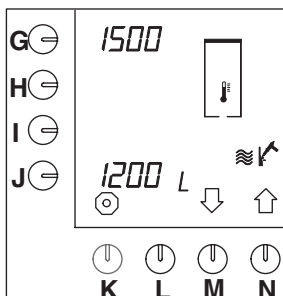

Fig. 27 Avkalknings räknare het vattensysteme
- Avkalkningsräknaren visas på displayen (fig. 27 ).
- På displayen bredvid (fig. 27 ) programmeringstangenten (G.) visas efter hur många liter vatten systemet måste avkalkas.